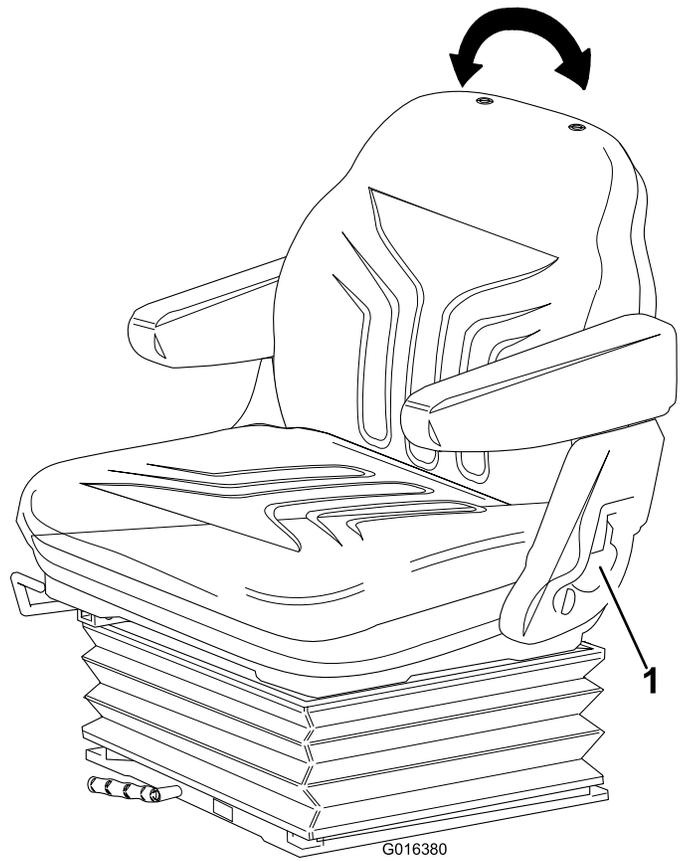

Figure 25
- **Réglage du dossier :** Tirez la poignée vers l'extérieur pour régler l'angle du dossier de siège. Relâchez la poignée pour bloquer le dossier en position (Figure 25).